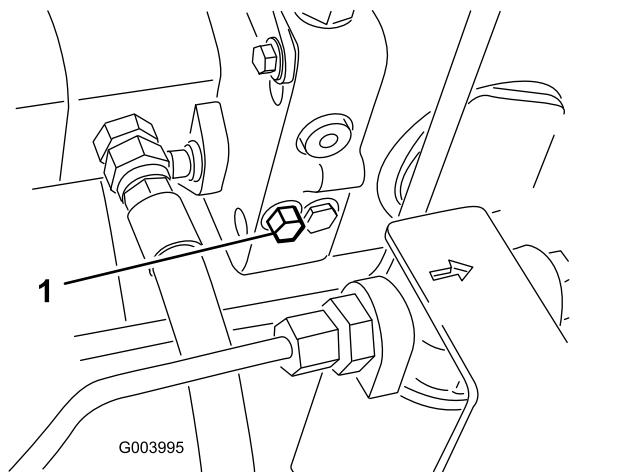

Figura 25
1. Localize a válvula de derivação no lado esquerdo do hidróstato (Figura 25).